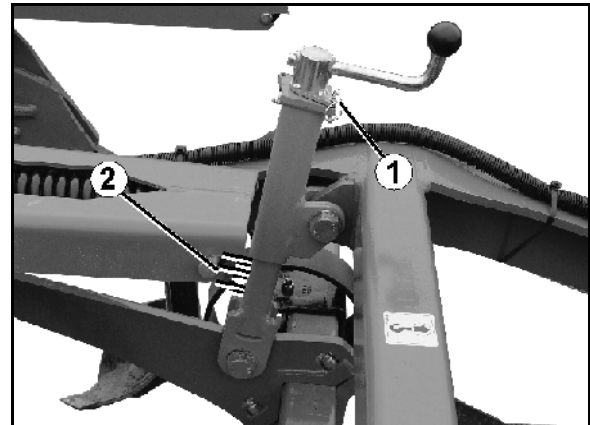

Fig. 22
1. Klappstecker (Fig. 22/1) ziehen.
- Zur Orientierung ist an den Einstelleinheiten eine Skala angebracht (Fig. 22/2).